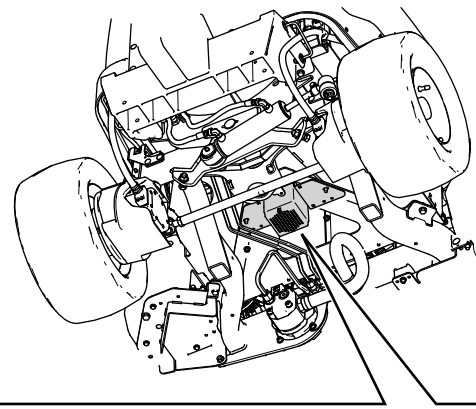

Figure 26
14. Avec 2 boulons de carrosserie (5/16" x 3/4") et 2 écrous à embase (5/16") du support du capot, fixez le support de l'avertisseur sonore sur le cadre du groupe de déplacement (Figure 26).